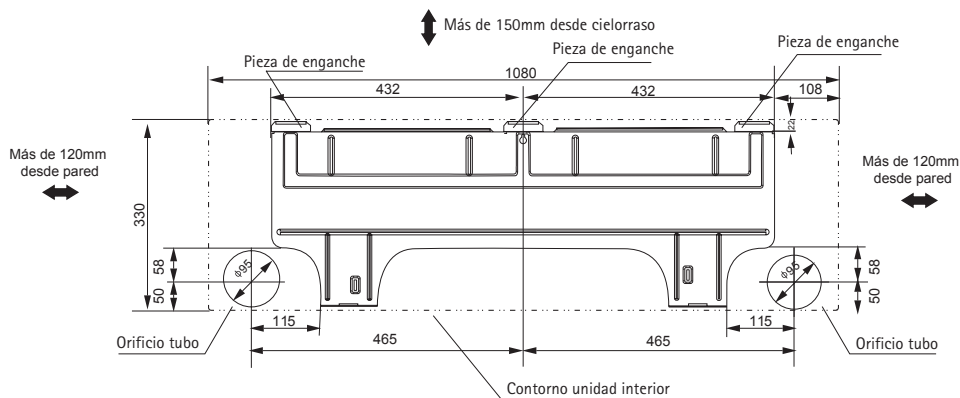

Fig. 5
1. Determine las posiciones de los orificios de acuerdo con el diagrama que se detalla en la Fig. 5. Perfore un (1) orificio (\varnothing 65mm) con ligera pendiente hacia el exterior.